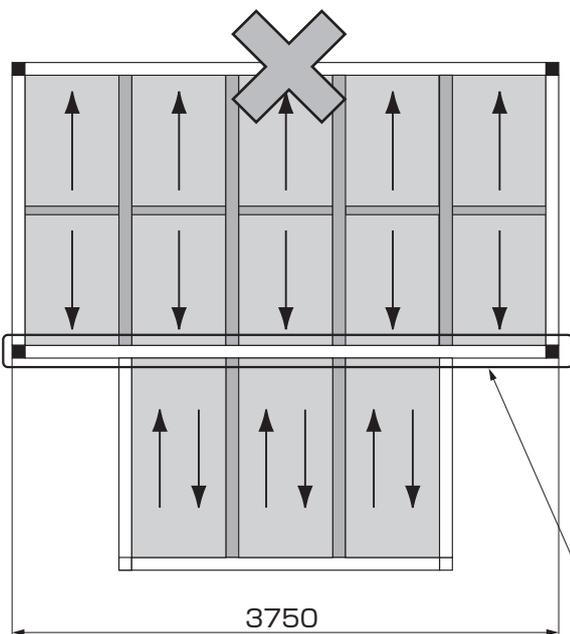
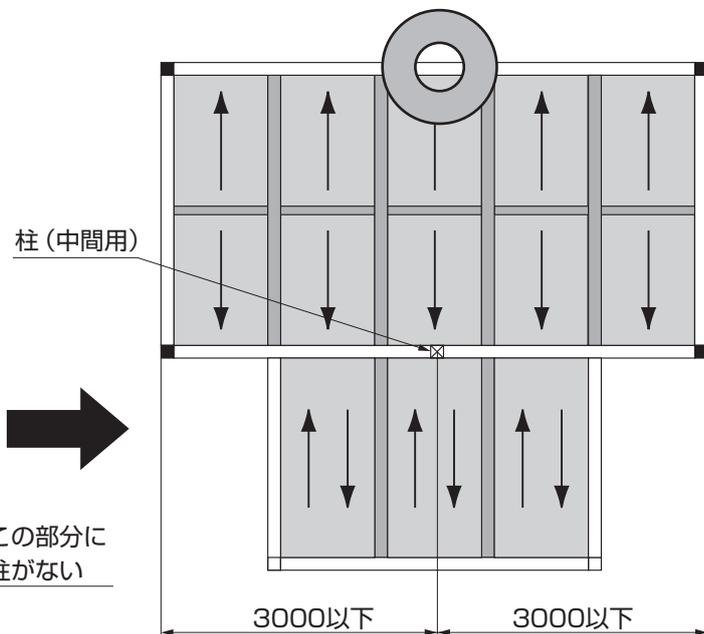

図1-18
図1-19
- ルーフ本体を接続するフレーム部は、必ず柱ピッチが3000mmを超えないように柱を追加してください。(図1-18・図1-19参照)